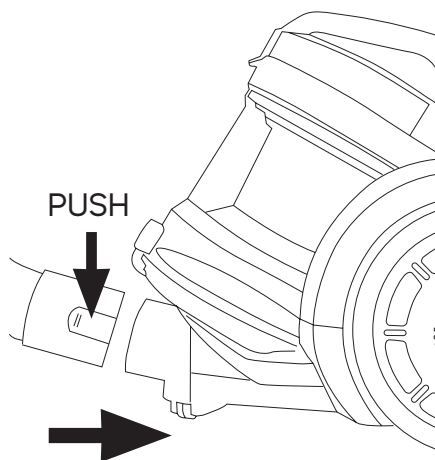

Fig.2
- Al retirar apretar el botón de liberación de la manguera (Fig.2).
- Desacoplar la manguera de la entrada aire del aspirador. (Fig.2)